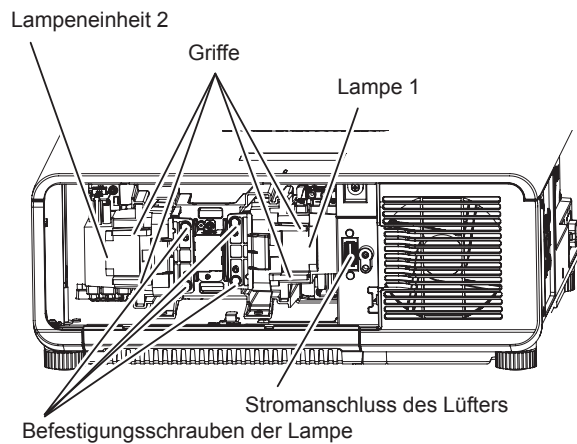

Abb. 2
- 3) Entfernen Sie die Lampeneinheit. (Abb. 2)**